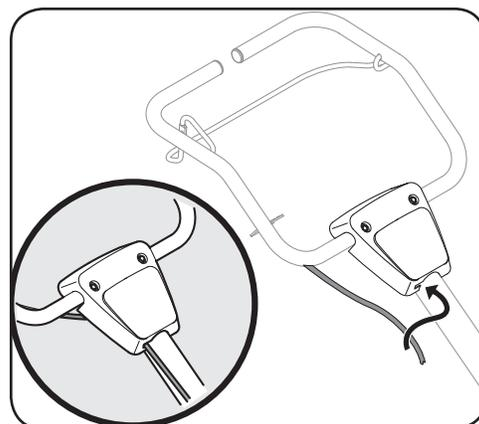

Figure 3-3
4. Fixez les câbles au guide-câbles qui se trouve sous le panneau de la poignée. Voir Figure 3-3.